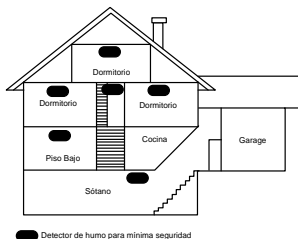

Figura 2: Ubicaciones de instalación para detectores de humo y calor en casas o apartamentos de varias plantas
- Instale un detector de humo y calor en cada planta si la casa tiene varias (*ver la Figura 2*).